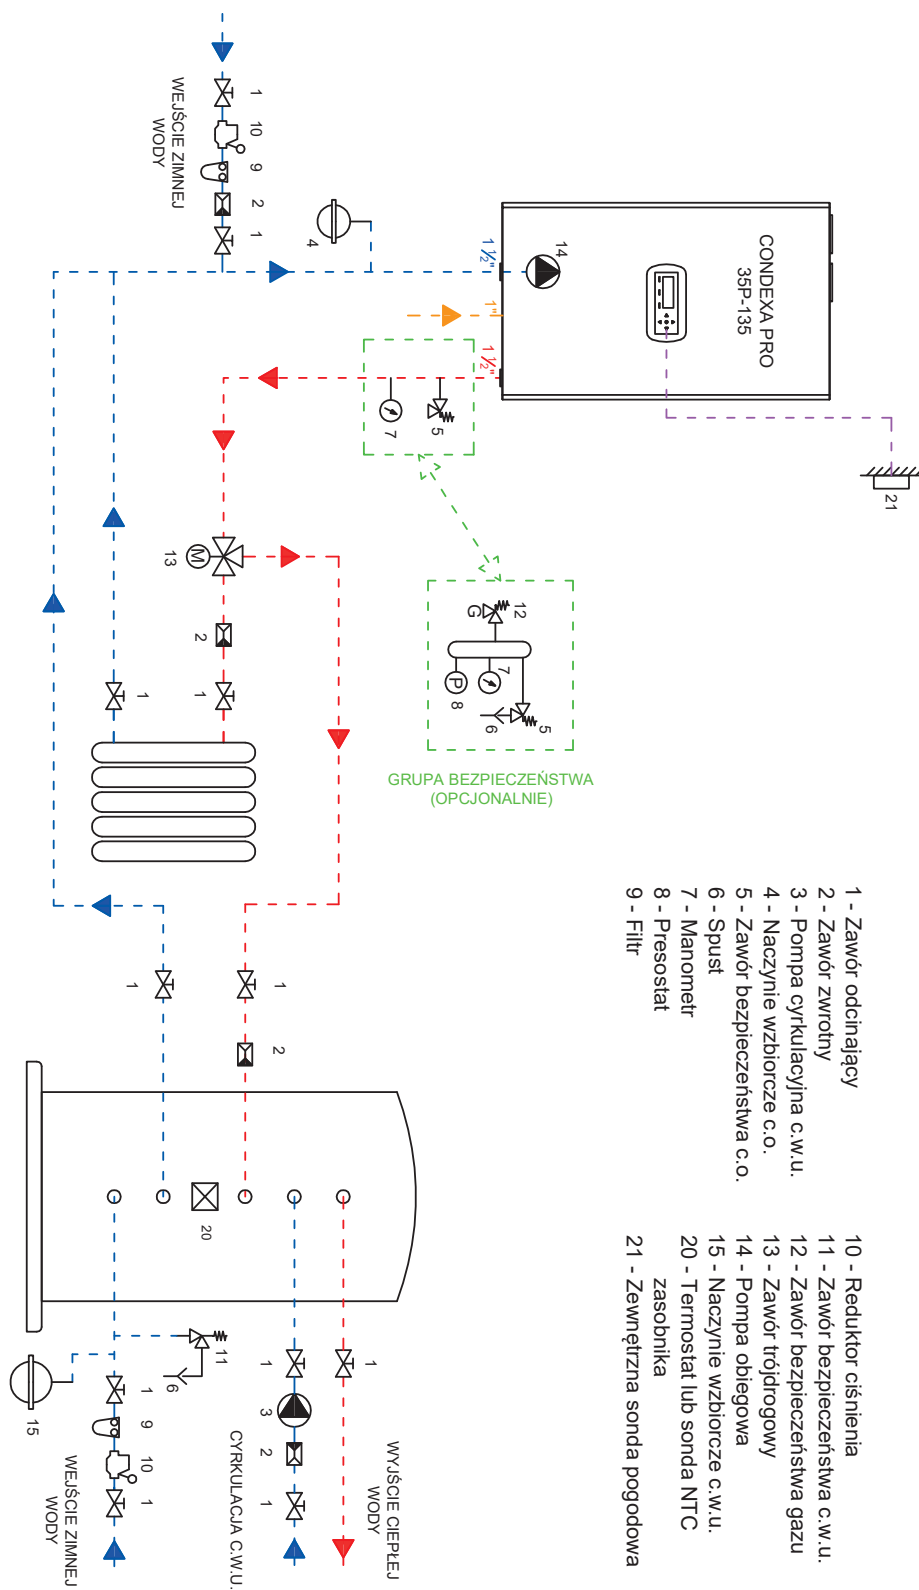

Rys. 34 Instrukcja przebrojenia kotła Condexa Pro 90-135 na inny gaz
- 3) Dla kotła Condexa Pro 90-135 należy postępować z poniższą instrukcją (Rys. 34 *Instrukcja przebrojenia kotła Condexa Pro 90-135 na inny gaz*):